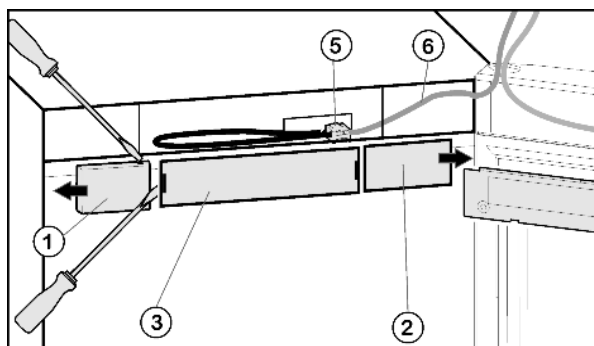

Fig. 4
- Снятие крышки со стороны ручки Fig. 4 (1): справа выведите из фиксатора при помощи плоской отвёртки и сдвиньте наружу.
- Снятие крышки со стороны шарнира Fig. 4 (2): слева выведите из фиксатора при помощи плоской отвёртки и сдвиньте наружу.
- Снимите переднюю накладку Fig. 4 (3) с помощью плоской отвертки.
- Снимите контакт и извлеките разъем Fig. 4 (5).
- Высвободите из направляющей серый кабель Fig. 4 (6).
- ▶ Снова установите разъем Fig. 4 (5).
- ▶ Снова установите крышку Fig. 4 (3).
- ▶ Установите крышку Fig. 4 (2) снаружи со стороны шарнира с поворотом на 180° и защелкните ее.
- ▶ Установите крышку Fig. 4 (1) снаружи со стороны шарнира с поворотом на 180° и защелкните ее.